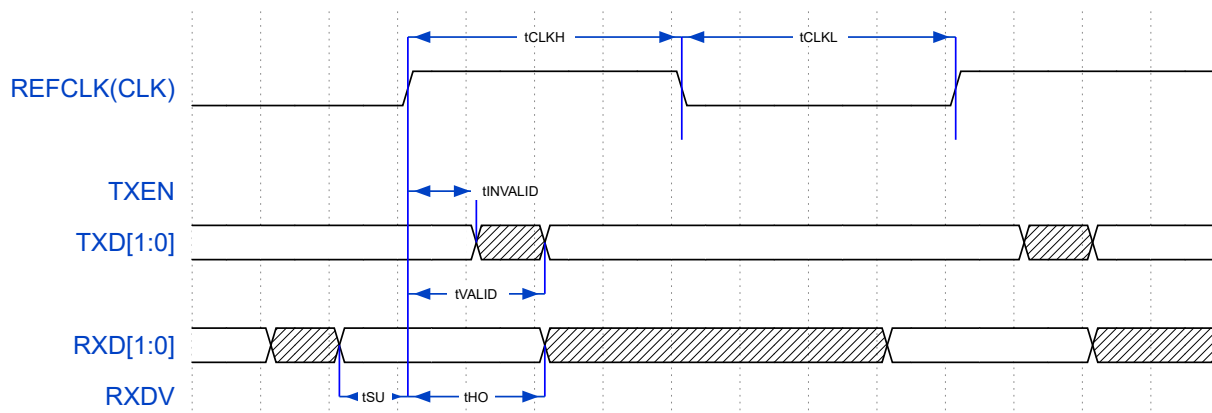

图 18: RMII 接口时序
4.17.1.1 RMII 接口 RMII 接口对应时序如图 18。